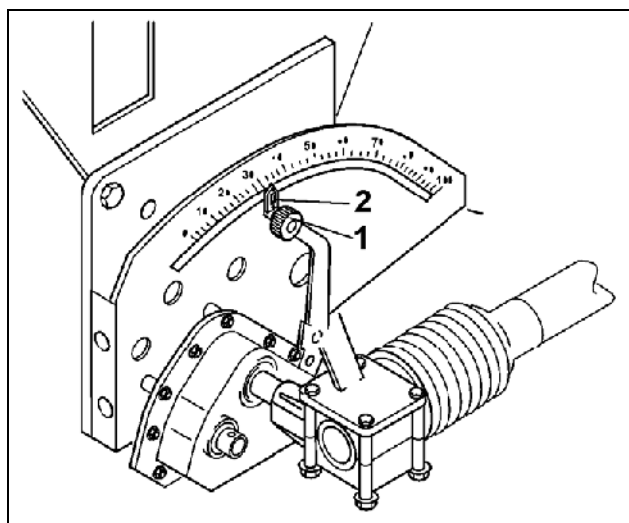

Fig. 82
- Eliberați butonul de blocare (Fig. 82/1) a manetei de reglare a transmisiei.
- Împingeți indicatorul manetei de reglare a transmisiei (Fig. 82/2) pe una din următoarele poziții ale transmisiei:
- Strângeți butonul de blocare (Fig. 82/1).